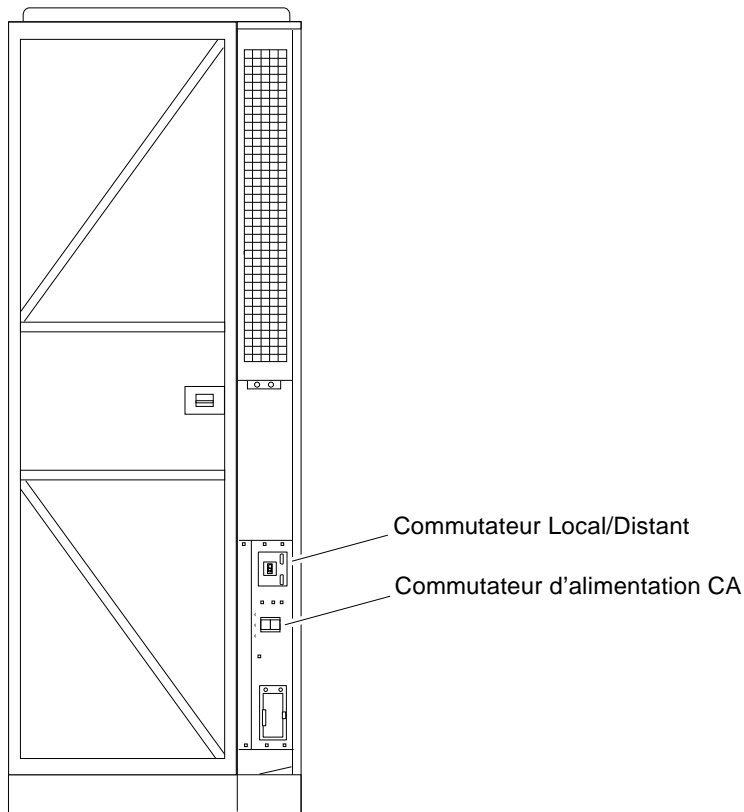

FIGURE 3-2 Commutateurs sur le contrôleur de séquence CA
- b. **Mettez le commutateur du contrôleur de séquence CA (FIGURE 3-2) sur Arrêt.**
4. Mettez le commutateur Local/Distant de l'armoire (FIGURE 3-2) sur Local.
5. Mettez le commutateur d'alimentation CA (FIGURE 3-2) sur Marche.